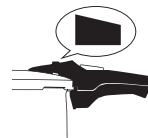

Fig. 13
2. Quando o indicador de pressão estiver na posição inicial e o pino deixar de estar visível, toda a pressão foi libertada da panela de pressão e pode abri-la (Fig. 13).